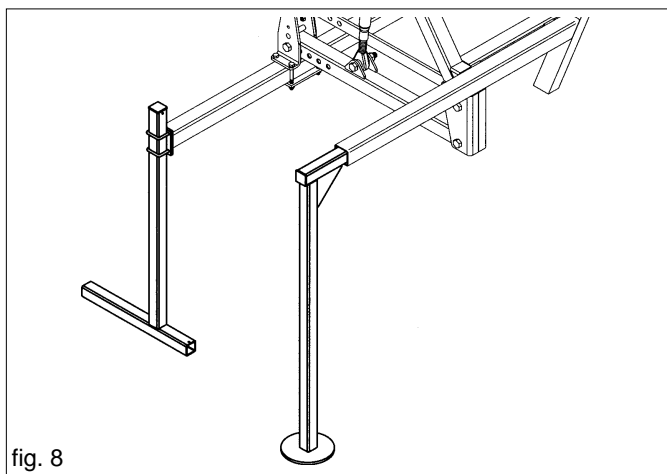

fig. 8
- Die hinteren Stützfüße in Parkposition einsetzen (Abb. 8);
- Die vorderen Stützfüße in Parkposition einsetzen (Abb. 8).
6) Die Stützbeine wieder abnehmen (Abb. 8).